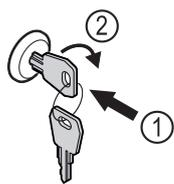

Fig. 87
- ▶ Inserire la chiave Fig. 87 (1).
- ▶ Ruotare la chiave di 90° in senso orario Fig. 87 (2).